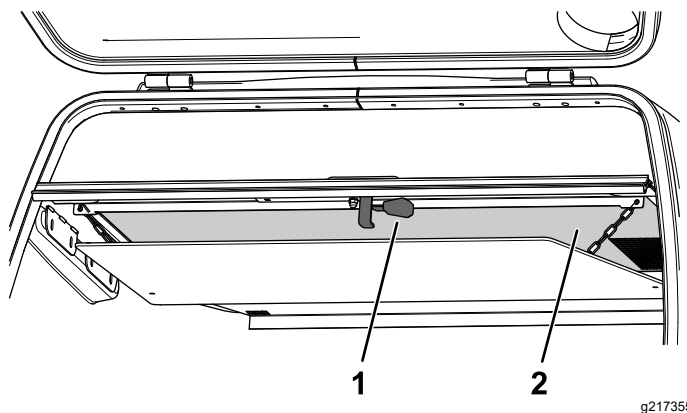

Figure 112
2. Tirez vers le bas le levier de déblocage situé au bas du filtre de la trémie (Figure 112).